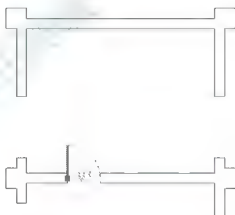

图 3.76 门图块的整体关系
(7) 在命令行无命令的状态下, 单击刚才插入的 “门” 图块, 结果如图 3.76 所示, “门” 图块整体变虚, 并在图块基点处显示蓝色夹点, 这说明组成图块的各因素形成了一个整体。